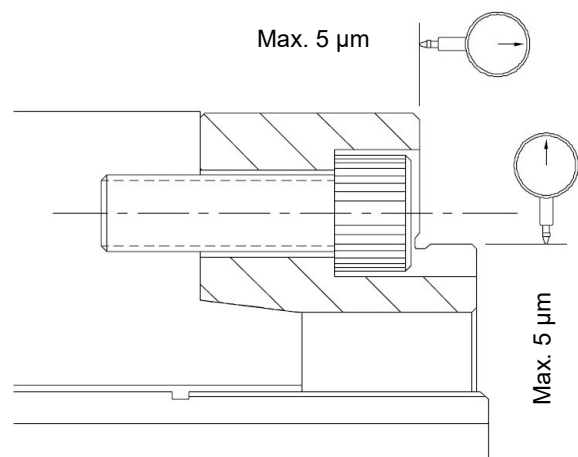

Abbildung 4.1
3. Zuerst den Spindelflansch an der Maschinenspindel anschrauben. A. Bei Spindeln mit Kurzkegel Schrauben gleichmäßig festziehen und Planlauf prüfen. B. Bei Spindeln mit Zylinderpassitz Flansch handfest anschrauben und radial ausrichten. Erst danach Schrauben gleichmäßig festziehen und Planlauf prüfen. Zum Prüfen siehe Abbildung 4.1.